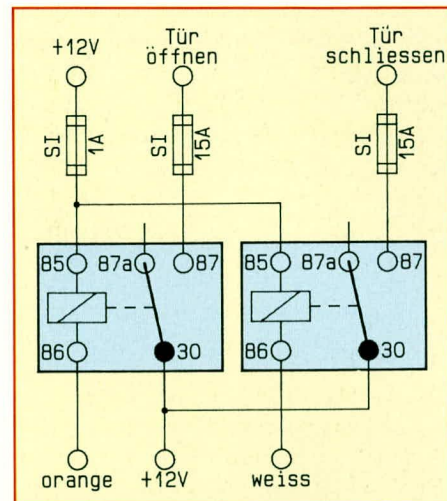
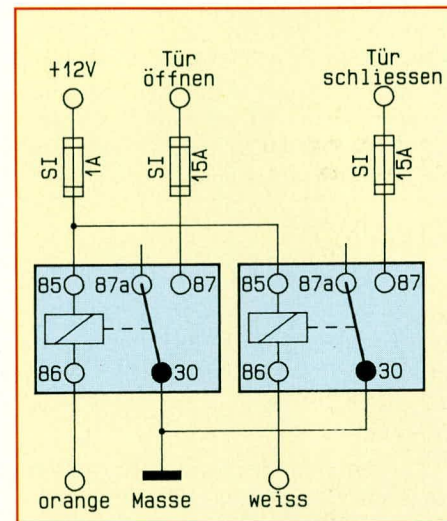

Bild 9: Ansteuerung einer Zentralverriegelung durch positive Impulse
Bild 10: Aktivierung der Zentralverriegelung durch Massekontakt
Bild 9 zeigt eine Beispielschaltung für eine Verriegelung durch positive Impulse (+12 Volt), während die in Bild 10 dargestellte Schaltung ca. 0,5 Sekunden lang den Massekontakt herstellt. In beiden Schaltungsvarianten werden zusätzlich zwei Standard-Kfz-Relais benötigt.
7. Niederschlagsmessung (Bild 9)
8. Windmessung (Bild 10)